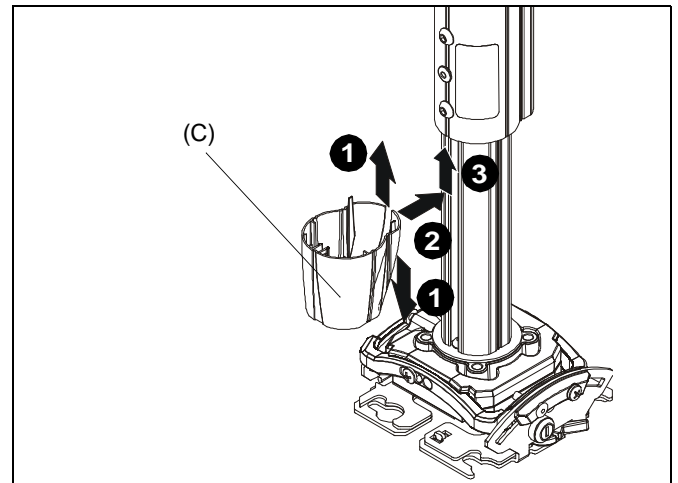

Abb. 23
1. Bewegen Sie die Überleitungsabdeckung (C) so, dass sie den unteren Teil der Ausziehsäule umschließen kann. (Siehe Abb. 23)
2. Hüllen Sie die Überleitungsabdeckung (C) um den unteren Teil der Ausziehsäule. (Siehe Abb. 23)
3. Drücken Sie die Überleitungsabdeckung (C) in die Basis des unteren Teils der Ausziehsäule, bis die Überleitungsabdeckung in ihrer Position einrastet. (Siehe Abb. 23)